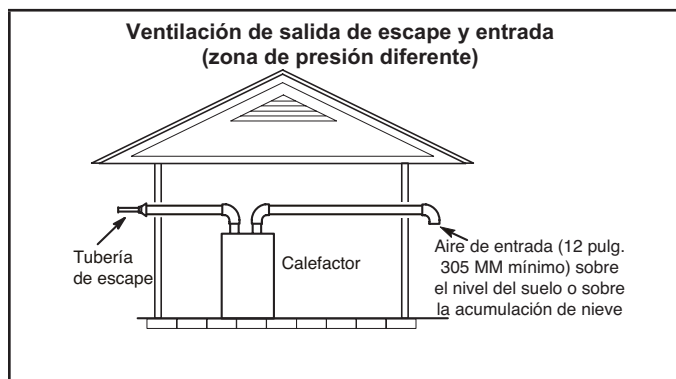
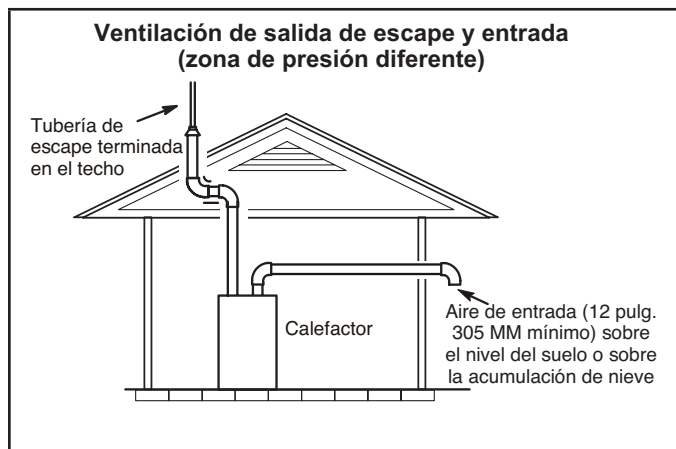

FIGURA 35
FIGURA 36
- 1 - Las terminaciones de entrada y de escape no tienen que estar en la misma zona de presión. Usted puede sacar la entrada en un lado de la estructura y el escape en el otro lado ("FIGURA 35"). Usted puede sacar el escape por el techo y la entrada por el costado de la estructura ("FIGURA 36").